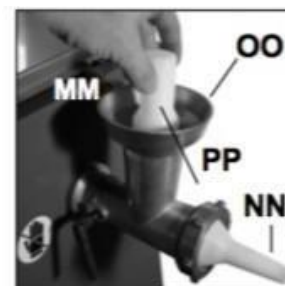

Figure 20
Fixez le hachoir à viande à la machine (MM). Glissez l'enveloppe à saucisse sur le connecteur de tube exposé (NN). L'enveloppe de saucisse est maintenant prête à être remplie de la viande de votre choix. (Figure 20)
Comme le montre la Figure 20, remplissez l'entrée de viande du hachoir à viande (OO). En utilisant le poussoir en plastique fourni (PP), appuyez doucement sur la viande dans la prise. En mettant la viande dans la prise, celle-ci sera sortira de la prise et dans le raccord de tube, remplissant ainsi l'enveloppe à saucisses. Continuez à appuyer jusqu'à ce que l'enveloppe de saucisse soit pleine.